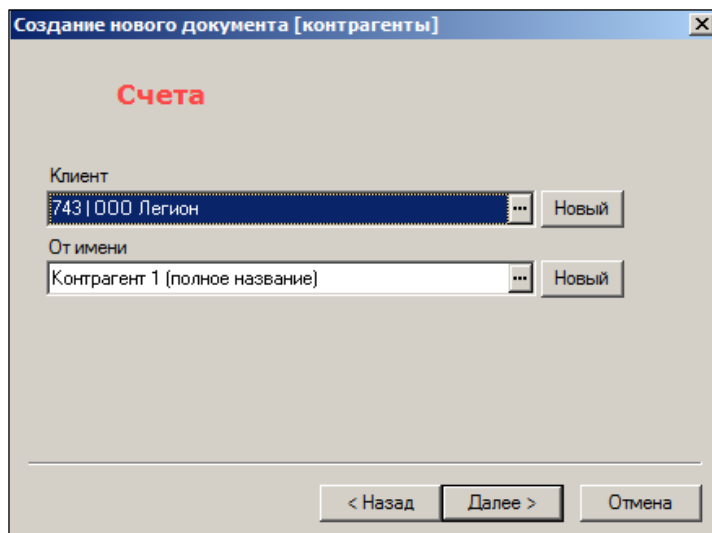

Рисунок 41 – Создание счета (4)
10. Выбрать клиента и контрагента, выставяющего счет (Рисунок 41):